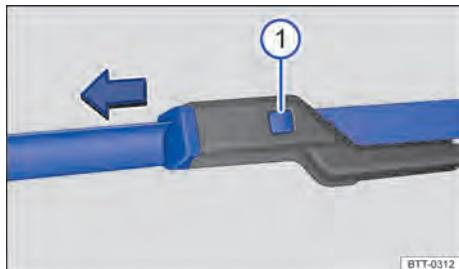

Fig. 147 Substituir as palhetas dos limpadores do para-brisa.
- Manter o botão de destravamento ⇒ Fig. 147 ① pressionado e, ao mesmo tempo, retirar a palheta dos limpadores do para-brisa no sentido da seta.